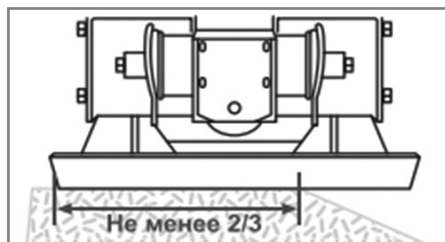

Рис. 15 Расположение виброплиты на краю обрабатываемой поверхности
10. При перемещении виброплиты по краю обрабатываемой поверхности, в плотном соприкосновении с поверхностью должно оставаться не менее 2/3 части рабочей площади плиты (Рис. 15)